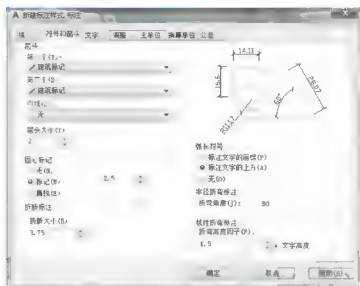

图 3.22 【符号和箭头】选项卡的设置
②【符号和箭头】选项卡的设置如图 3.22 所示。
如果把【使用全局比例】设定为100,则前面所有已设定的尺寸将被放大100倍。如【箭头大小】(见图3.22)尺寸变为 $2\text{mm} \times 100 = 200\text{mm}$,【超出尺寸线】(见图3.21)尺寸变为 $2\text{mm} \times 100 = 200\text{mm}$ 。在打印时,又将图整体缩小到原来的 $1/100$,所以出图后【箭头大小】尺寸为 $200\text{mm}/100 = 2\text{mm}$,【超出尺寸线】尺寸为 $200\text{mm}/100 = 2\text{mm}$,符合GB/T 50001-2017的要求。